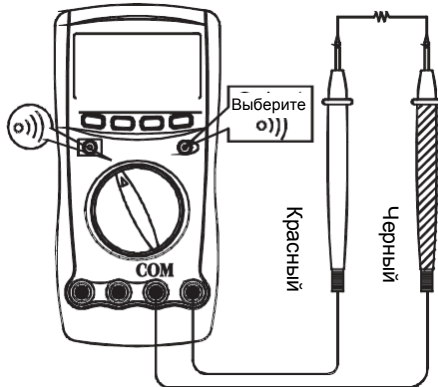

Рисунок 8
F. Прозвонка электрических цепей (см. Рисунок 8)**⚠ Предупреждение**